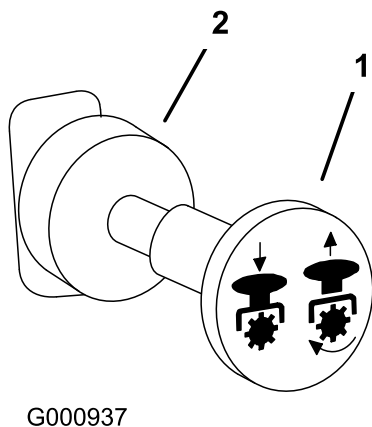

Figure 15
4. Tirez sur la commande de prise de force (PDF) pour l'engager (Figure 15).
Mettez la commande de PDF en position **débrayée** pour la désengager (Figure 15).